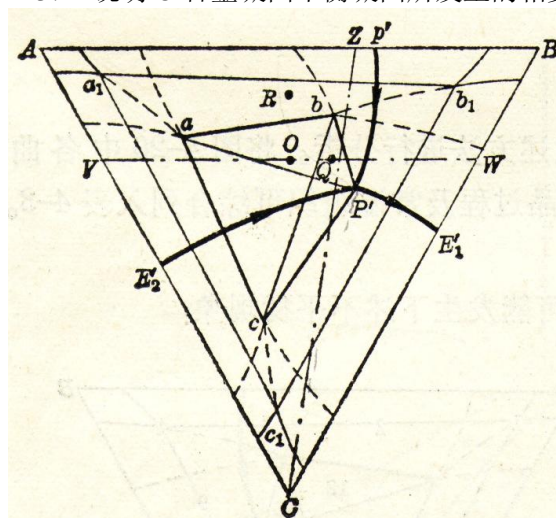

图 5-3
- 3 如图 5-3 是 A-B-C 三元系合金凝固时各相区，界面的投影图，A、B、C 分别形成固溶